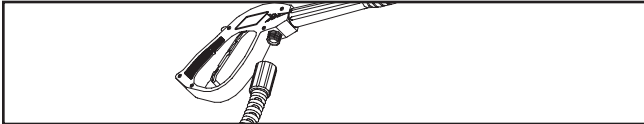

Figura 4 — Conecte la manguera a alta presión a la pistola rociadora
1. Retroceda la manguera a alta presión y conecte a la base de la pistola rociadora (Figura 4). Apriete con la mano.